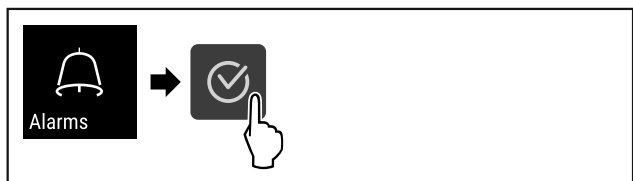

Fig. 101
- ▶ Eseguire i passi (vedere Fig. 101).